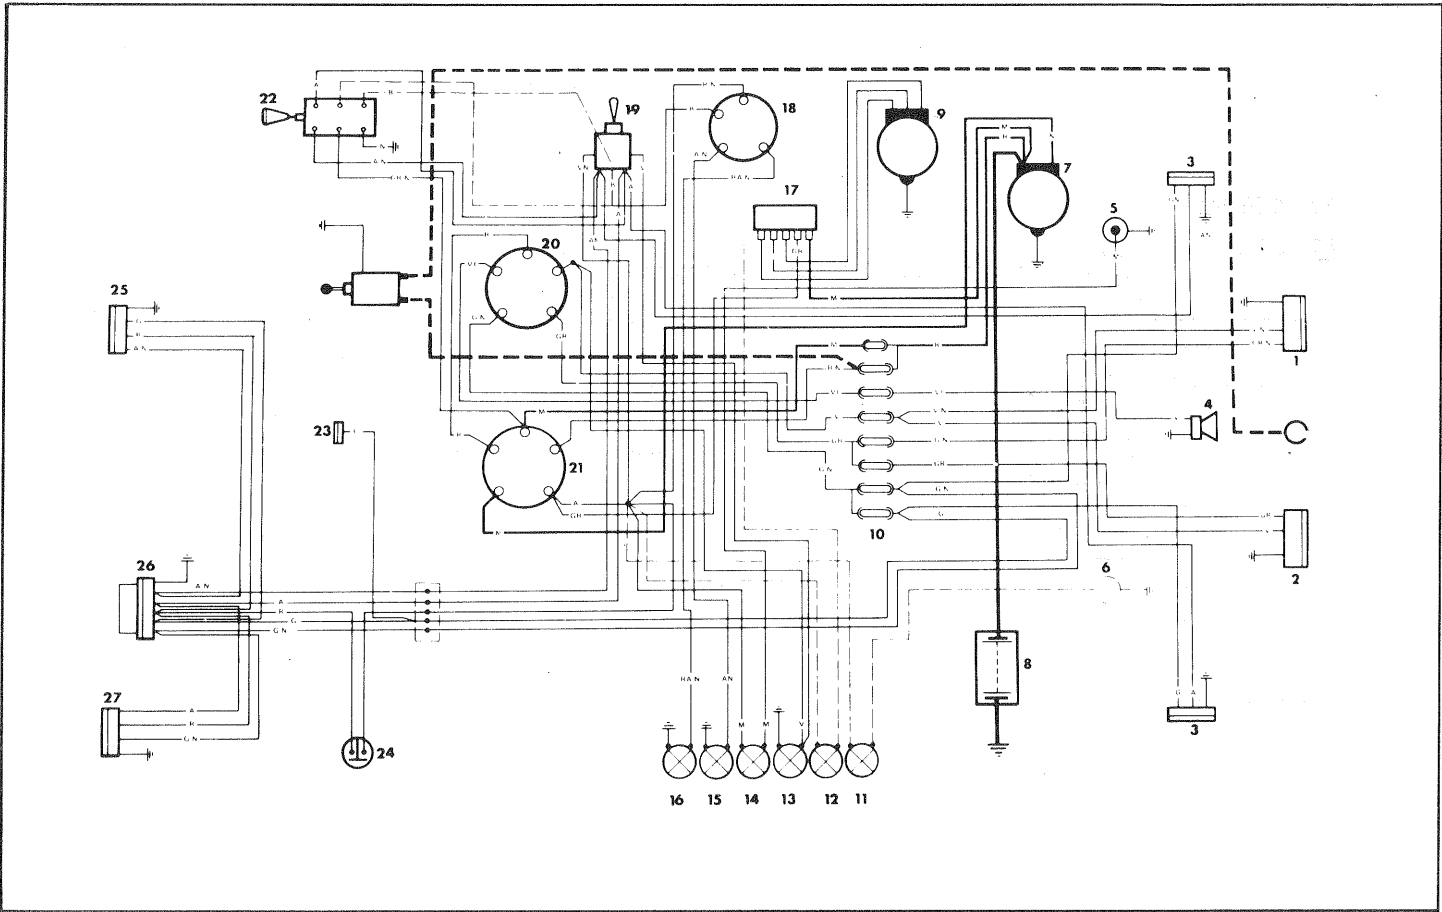

Fig. 30 - Bild 30
7. Collegare la frizione elettromagnetica con l'impianto elettrico del trattore seguendo le indicazioni fornite dallo schema elettrico di fig. 30 (il collegamento è schematizzato con un apposito percorso tratteggiato).
7. Connect the electromagnetic clutch to the tractor electric equipment in accordance with the wiring diagram in fig. 30 (follow the dashed scheme for correct connection).
7. Brancher l'embrayage électromagnétique à l'équipement électrique du véhicule se tenant aux indications du schéma électrique fig. 30. (La connexion correspond au parcours hachuré).
7. Die elektromagnetische Kupplung an die elektrische Anlage des Schleppers anschliessen, unter Beachtung der Angaben im elektrischen Schema Bild 30 (der Anschluss ist mit gestrichelter Linie schematisch dargestellt).